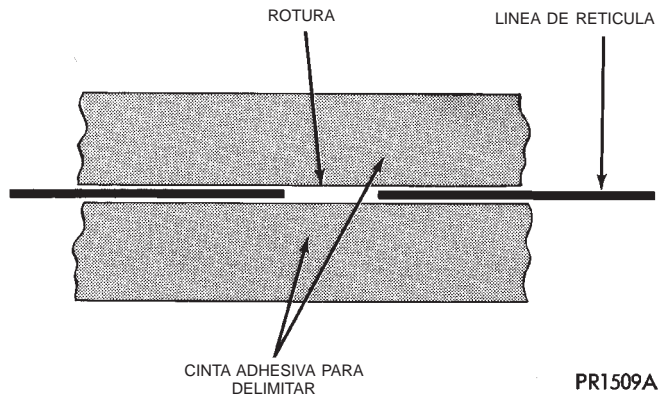

Fig. 3 Reparación de línea de retícula - Característica
(1) Delimite con cinta adhesiva la zona en el interior del cristal trasero de forma que el epoxy conductor pueda aplicarse limpiamente. Extienda la aplicación del material de epoxy sobre la barra colectoras y línea de retícula calefactora de cristal trasero a cada lado de la rotura (Fig. 3).
(2) Para la preparación de la zona dañada, siga las instrucciones del fabricante del juego de reparación.
(3) Retire la abrazadera separadora del envase y mezcle los dos componentes del epoxy conductor a fondo dentro del envase. Pliegue el envase por la mitad y corte el ángulo central para aplicar el epoxy.